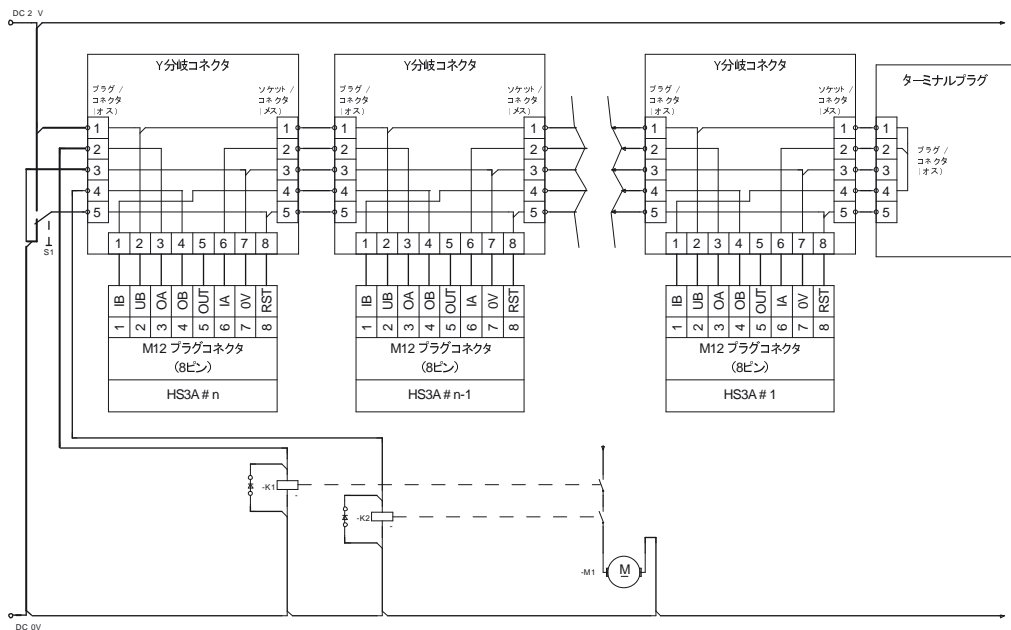

図9 直列接続の配線例
- ▶ RST入力には、直列接続されたすべてのHS3A形非接触安全スイッチに対して共通の信号を使用する必要があります。このためには、セレクトアスイッチを使用するか、制御機器からの出力を使用します。運転時、RST入力は常時GNDに接続されている必要があるため、押しボタンスイッチの使用は適していません（図9のスイッチS1参照）。